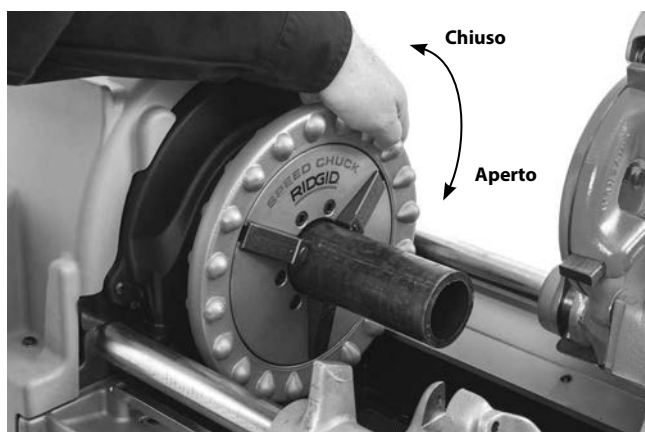

Figura 16 – Taglio con mandrino del tubo
Aprire interamente i mandrini della filettatrice. Per le macchine a Mandrino manuale, ruotare il volantino del mandrino anteriore in senso orario (*vedere la Figura 16*). Per le macchine a Mandrino automatico, spostare l'Interruttore REV/OFF/FOR (INDIETRO/SPENTO/AVANTI) (2/0/1) sulla posizione REV (INDIETRO) (2), premere e rilasciare l'interruttore a pedale.